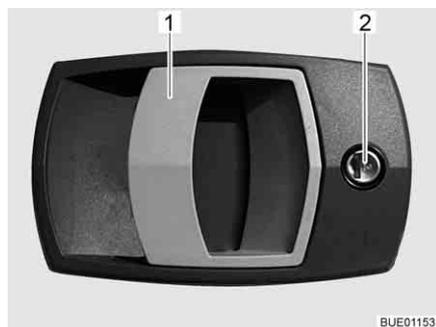

Bild 29 Türschloss Eingangstür, außen
- Schlüssel in Schließzylinder (Bild 29,2) stecken und drehen, bis das Türschloss entriegelt ist.
- Am Türgriff (Bild 29,1) ziehen. Die Tür ist geöffnet.
- Schlüssel in Schließzylinder (Bild 29,2) stecken und drehen, bis das Türschloss verriegelt ist.